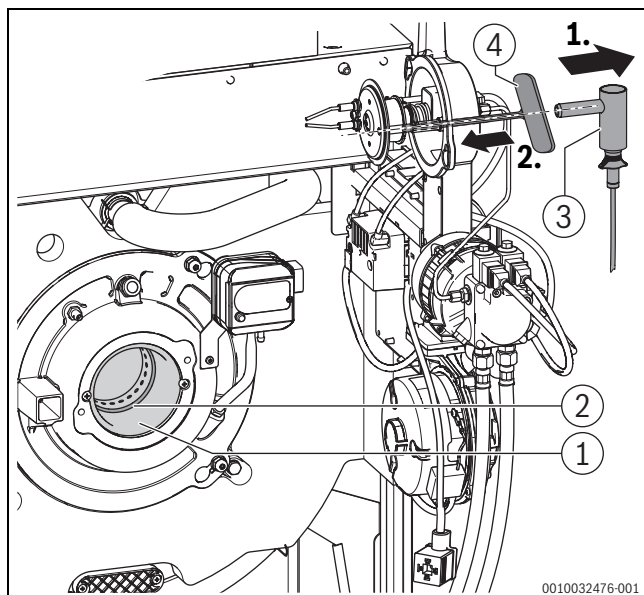

Bild 66 Dichtung prüfen (Serviceposition 1), Verwendung Innensechskantschlüssel zur Ausrichtung des Mischsystems
- ▶ Brenner in Serviceposition 1 bringen (→ Bild 66).
- ▶ Winkelhalter mit Flammenfühler (→ Bild 66) aus Brennergehäuse ziehen.
- ▶ Zur Ausrichtung des Halterohres des Flammenfühlers mit dem Sichtrohr des Mischsystems einen Innensechskant-Steckschlüssel (Schlüsselweite 5) als Lehre von der Brennergehäuseseite einführen (→Bild 66).
- ▶ Winkelhalter mit Flammenfühler (→Bild 66) wieder bis zum Anschlag in Brennergehäuse einstecken.